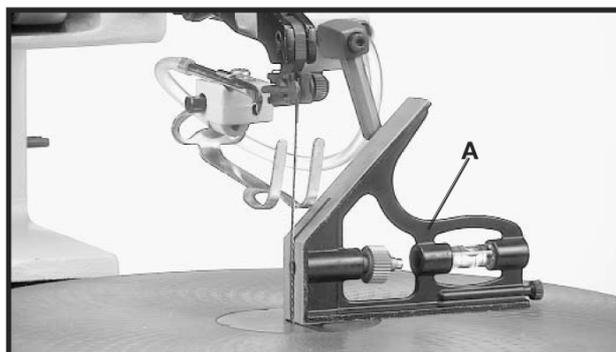

Fig. 31
2. Usando um esquadro (A) Fig. 31, verifique se a bancada faz um ângulo de 90 graus com a lâmina de serra, conforme demonstrado.